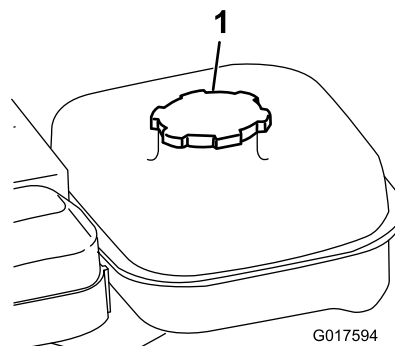

Figura 17
1. Limpe a zona em redor da tampa do depósito de combustível e retire a tampa do depósito (Figura 17).